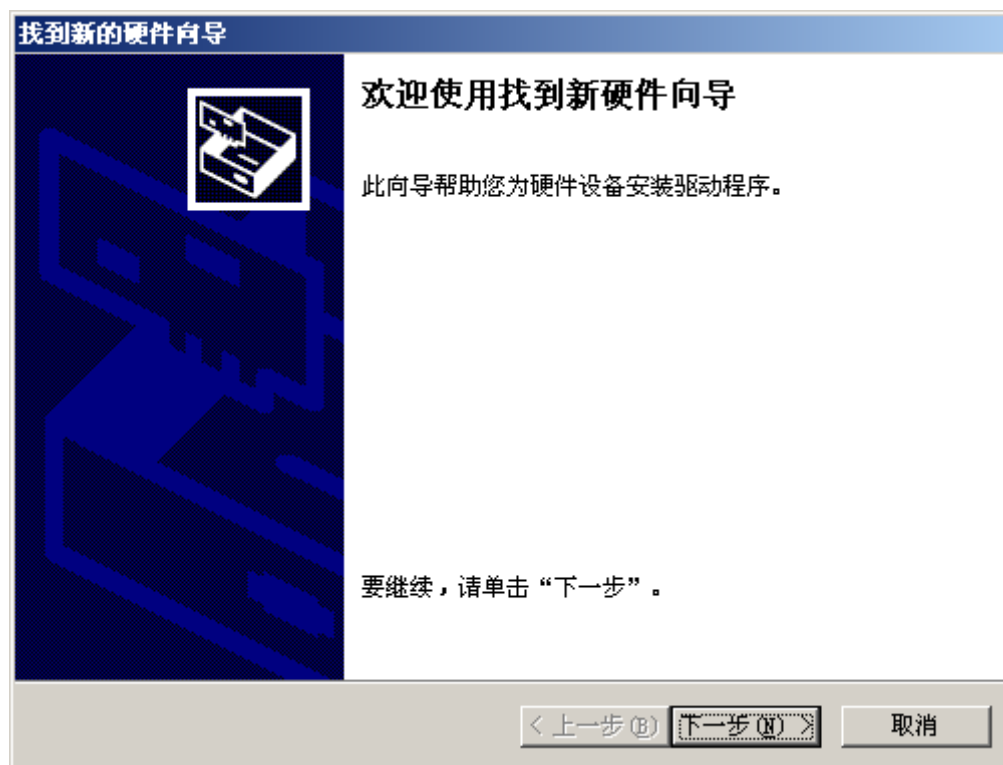

图 5-1 Windows2000 操作系统安装向导
2. 进入 Windows 2000 时会弹出图 5-1 所示的新硬件安装向导，将 DMC5400 所配光盘放入光驱中，按“下一步”继续；